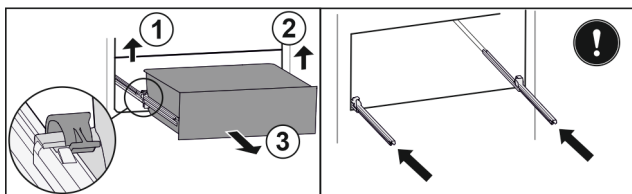

Fig. 101
- ▶ Zvedněte levou svorku a současně vytáhněte zásuvku vlevo dopředu. Fig. 101 (1)
- ▶ Zvedněte pravou svorku a současně vytáhněte zásuvku vpravo dopředu. Fig. 101 (2)
- ▶ Vyjměte zásuvku dopředu. Fig. 101 (3)